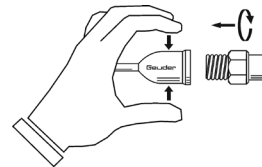

Abb. 5
- Montieren Sie den Reinigungsadapter (G-31012) am Infusionsaufsatz (Abb. 5).
- Entfernen Sie nach der Reinigung und Desinfektion den Reinigungsadapter in umgekehrter Reihenfolge (siehe Abb. 5).